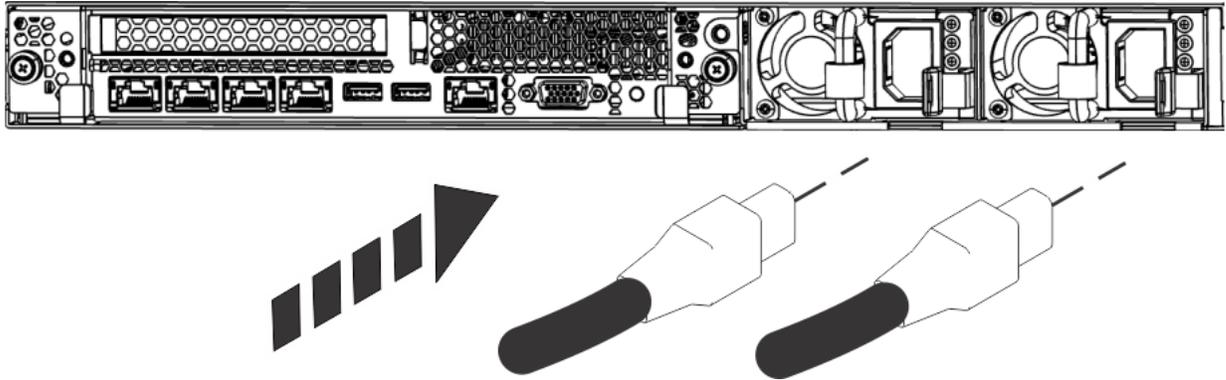

Abbildung 2. Netzkabel an die Netzteile anschließen
- Wenn Sie für IPMI und HMC eine gemeinsam genutzte Verbindung verwenden, kann ein einzelnes Kabel an Port 0 in Abbildung 2 beide Anforderungen für IPMI und HMC erfüllen.